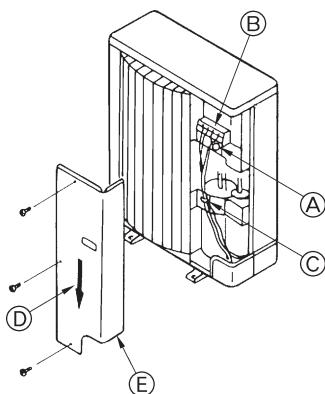

Fig. 6-2
6.2. Dış ünite tesisatı (Fig. 6-2)